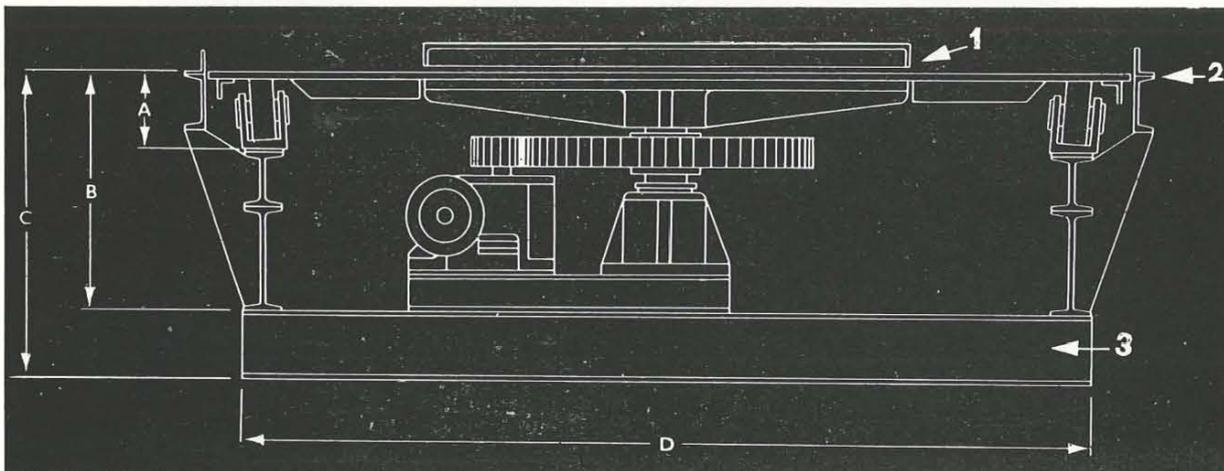

Fig. 23. — Coupe verticale à travers une plaque tournante pour berlines.
La berline quitte la voie pour aborder à sa périphérie un disque en rotation qui l'amène dans la nouvelle direction voulue. Durant son parcours sur le disque, elle est maintenue entre guides fixes : l'externe (2) (fig. 23) est relié au châssis, l'interne (1) est formé par l'arête d'un plateau solidaire du châssis.
(5) Extrait de « De Mijnlamp », n° 6 du 15 juin 1963, p. 376.